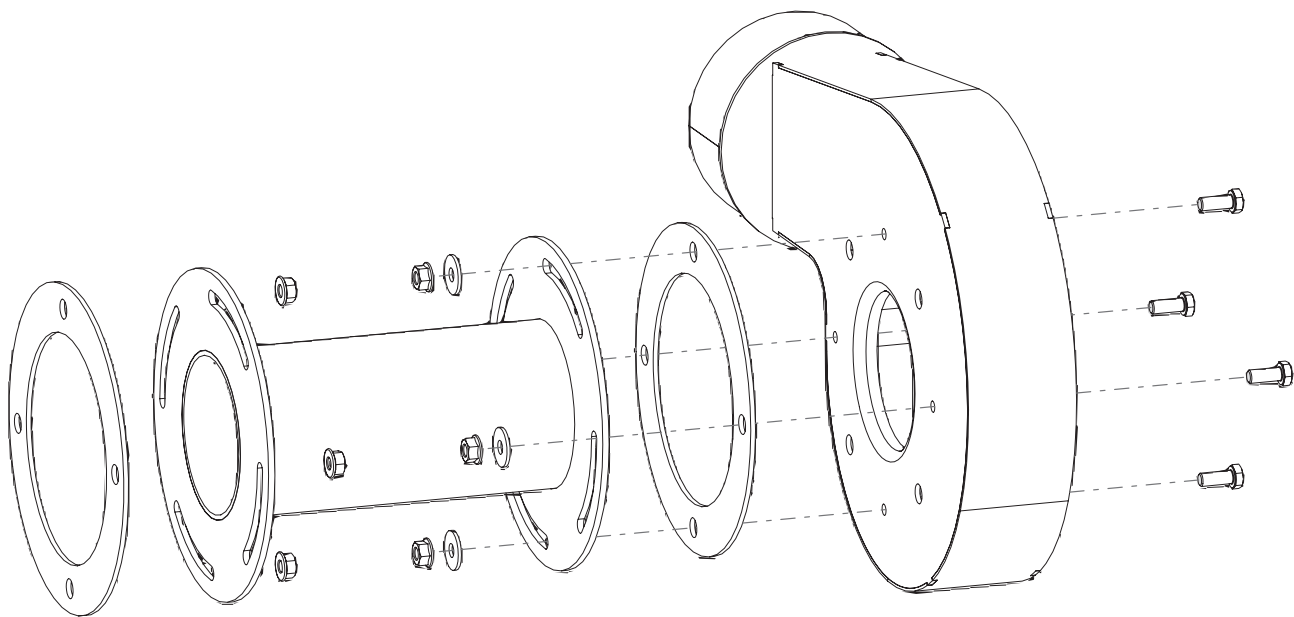

Fig. 61 Montare l'alloggiamento del ventilatore sull'adattatore
- Inserire dapprima le 4 viti a testa esagonale M8x16 allegate nell'alloggiamento del ventilatore dall'interno, quindi fissare l'alloggiamento del ventilatore all'adattatore con la guarnizione, 4 dadi e le rondelle – Fig. 61.